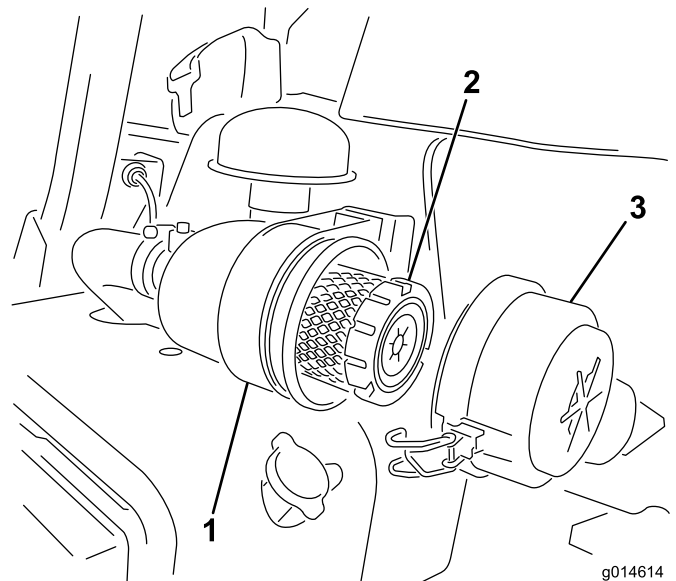

Figura 46
1. Abra los enganches que fijan la tapa del limpiador de aire a la carcasa del limpiador de aire (Figura 46).
6. Cierre los enganches (Figura 46).